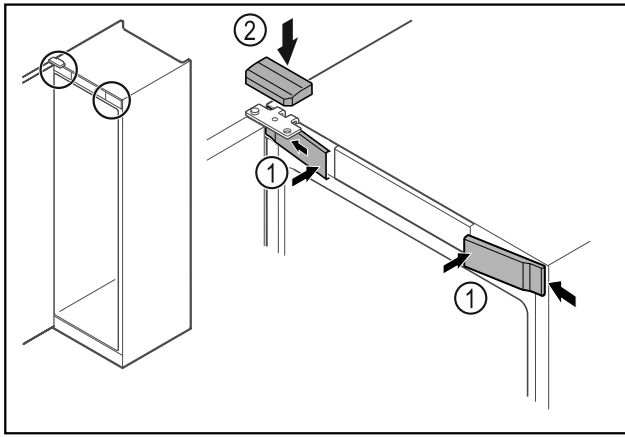

Fig. 63
- ▶ Voorste afdekkingen Fig. 63 (1) zijdelings bevestigen en vastklikken.
- ▶ Bovenste afdekking Fig. 63 (2) van boven vastklikken.